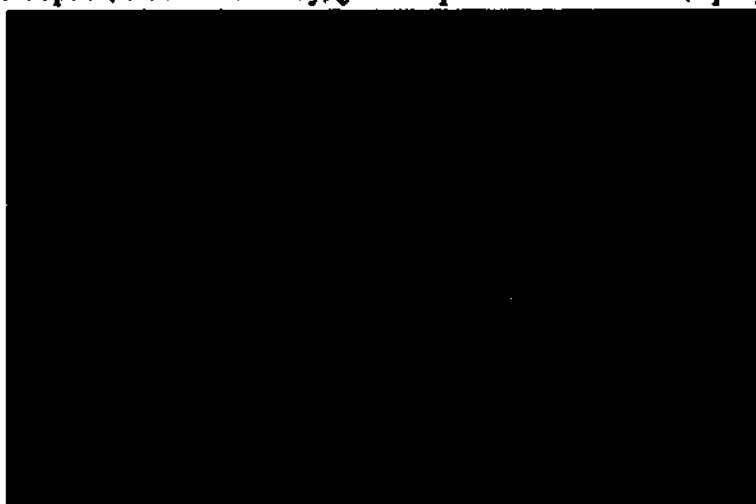

Рисунок 76. Всплывающее окно с запросом на удаление выбранных результатов
- Удалить (Delete): эта кнопка позволяет удалить результаты, выбранные из архива. Всплывающее окно предложит пользователю подтвердить удаление (Рисунок 76); в этом случае выбранные образцы больше не будут отображаться в таблице результатов.